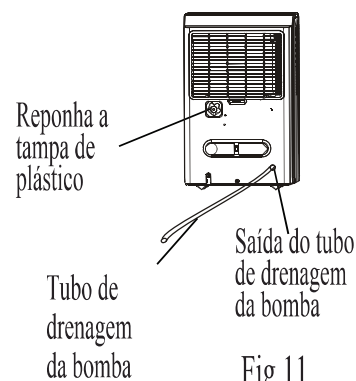

Fig.11
- Retire o tubo de drenagem contínua do aparelho e recoloque a tampa plástica na saída do tubo de drenagem contínua rodando-a no sentido das agulhas de um relógio (ver Fig. 11).
- Insira o tubo de drenagem da bomba na saída do tubo de drenagem da bomba a uma profundidade mínima de 15 mm (ver a Fig. 11) e, em seguida, conecte o tubo ao dreno de solo ou a um equipamento de drenagem apropriado. Pressione o botão PUMP (BOMBA) no aparelho para ativar a bomba. Quando o reservatório estiver cheio, a bomba começa a funcionar.